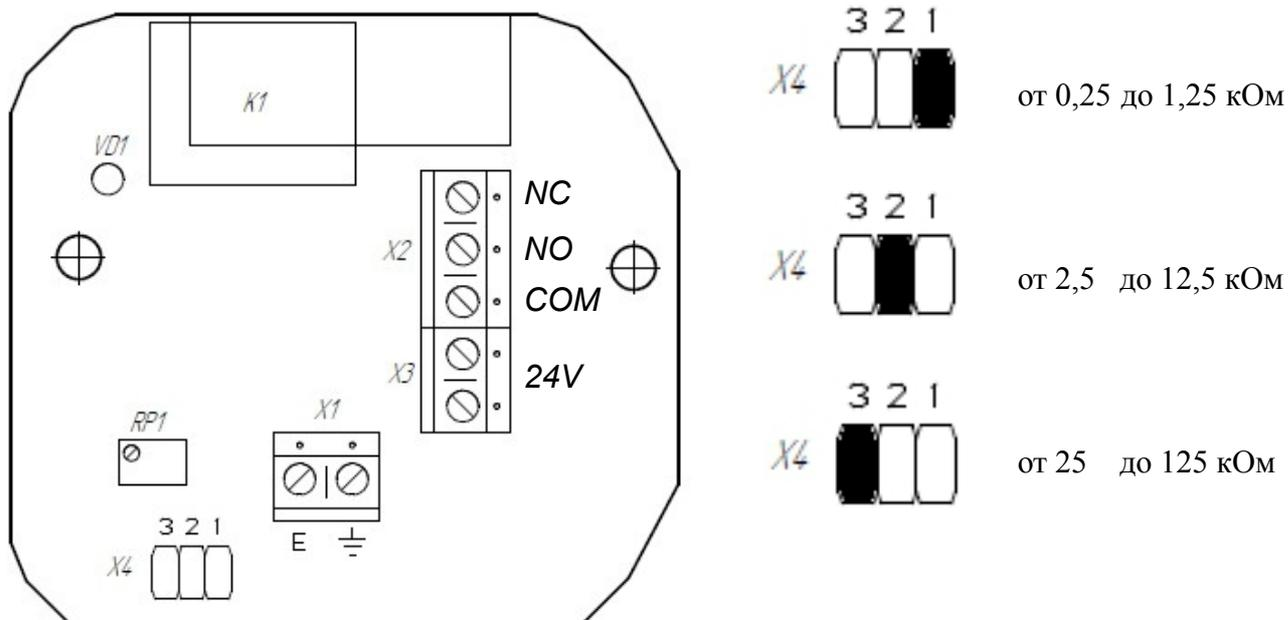

Рисунок 2 - Расположение органов настройки
Чувствительность сигнализатора задаётся грубо переключкой X4 и плавно переменным резистором RP1 (Рисунок 2). Электрод (E) и корпус (\perp) подключаются к винтовому клеммнику X1. Напряжение питания 24 В произвольной полярности подаётся на винтовой клеммник X3. Цепь нагрузки коммутируется через винтовой клеммник X2.